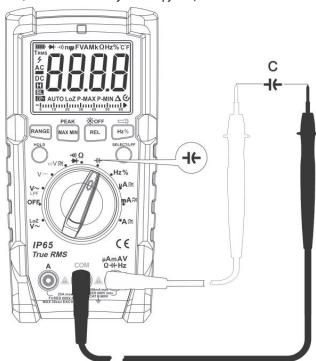

Рис.7. Измерение ёмкости
7.6. Измерение ёмкости (см. рис. 7)